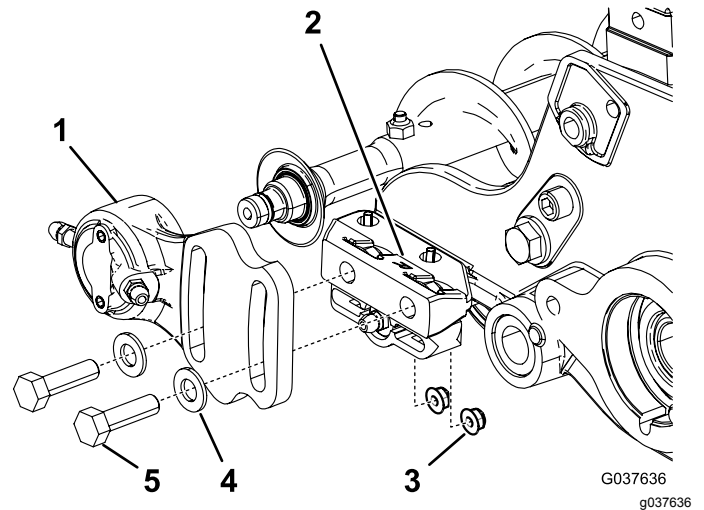
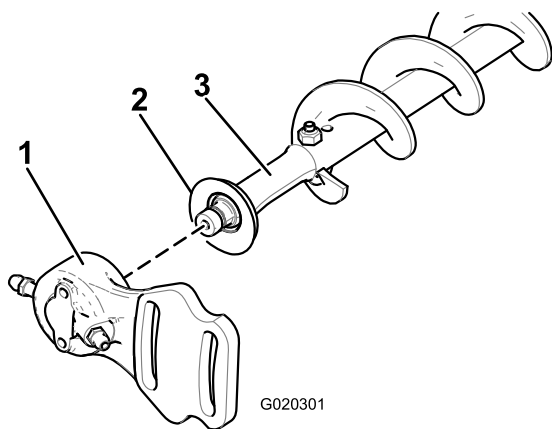

Figura 19
Figura 20
1. Si hay un cepillo del rodillo instalado en la unidad de corte, retire los 2 pernos, arandelas y tuercas que sujetan el alojamiento del cojinete del lado sin transmisión al soporte de montaje del alojamiento del cojinete (Figura 19 y Figura 20).
2. Retire el alojamiento del cojinete del lado sin transmisión, y el retén, del eje del cepillo (Figura 20).
9. Instale el retén y el alojamiento del cojinete del lado sin transmisión sobre el eje del cepillo (Figura 20).